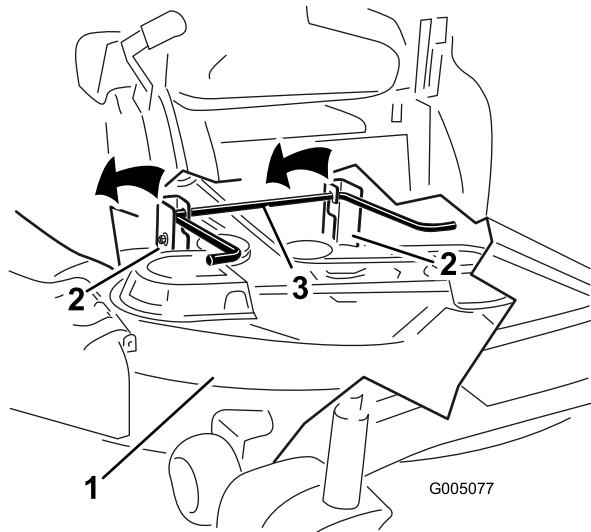

Figure 46
- Soulevez et enlevez le plateau de coupe et les supports de la tige de levage arrière et abaissez la tondeuse au sol avec précaution (Figure 46).
5. Soulevez l'arrière du plateau de coupe et guidez les supports sur la tige de levage arrière (Figure 46).